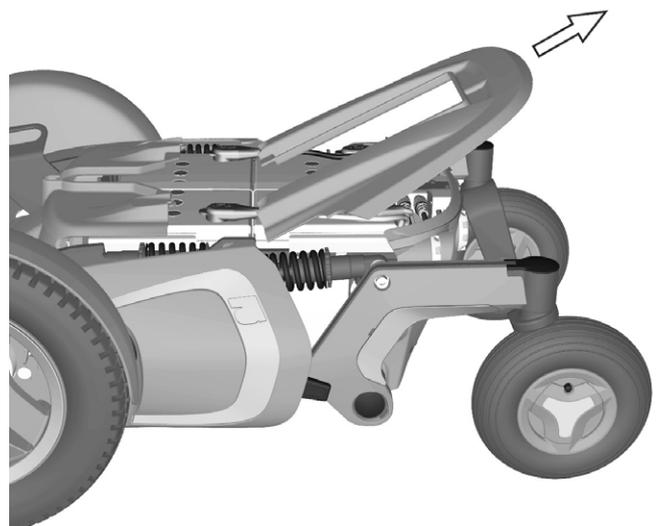

Abbildung 22. * Obere Fahrgestellabdeckung
4. Obere Abdeckung vom Fahrgestell heben/ziehen. Siehe Abbildung. 22.
6. Bringen Sie Fahrgestellabdeckungen wieder am Fahrgestell an. Siehe Abbildung 22 und 23